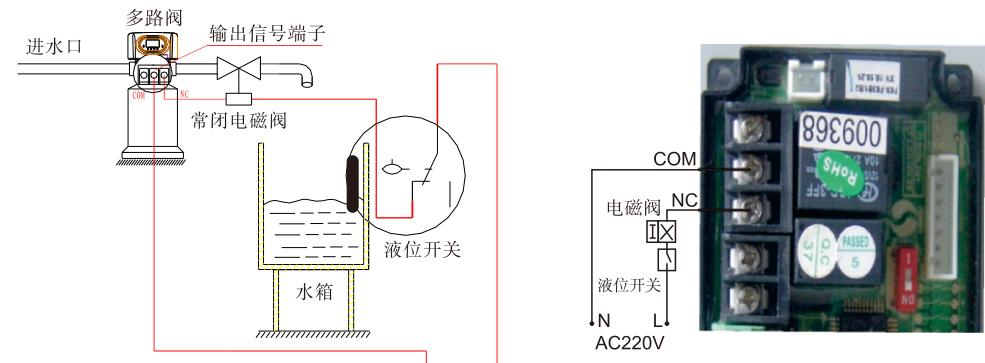

图3-1 控制出口电磁阀的接线图
①通过控制出口电磁阀来控制水箱液位
**应用说明：**当需要出水口在再生过程中无硬水流时（主要是旋转过程中无硬水流时。控制阀到达反洗、吸盐等各工位时，出水口自动无硬水流时），可在出水口加装电磁阀，其接线方式如图3-1：